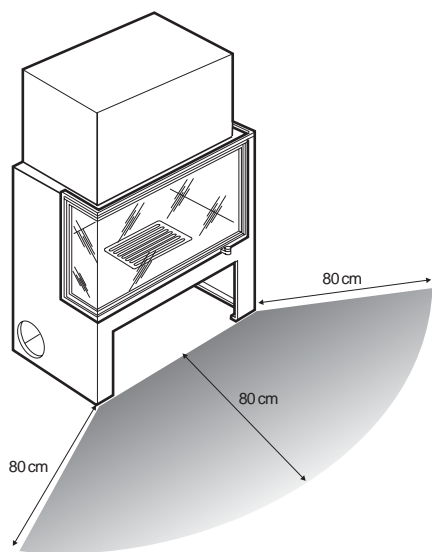

Fig. 5.1
- Tous les matériaux combustibles qui se trouvent dans la zone de rayonnement de la chaleur du verre de la porte doivent être situés à une distance de celle-ci d'au moins 80 cm (Fig. 5.1).
- Todos los materiales combustibles que se encuentren en la zona de irradiación del calor procedente del cristal de la puerta deben estar situados a una distancia de al menos 80 cm (Fig. 5.1).